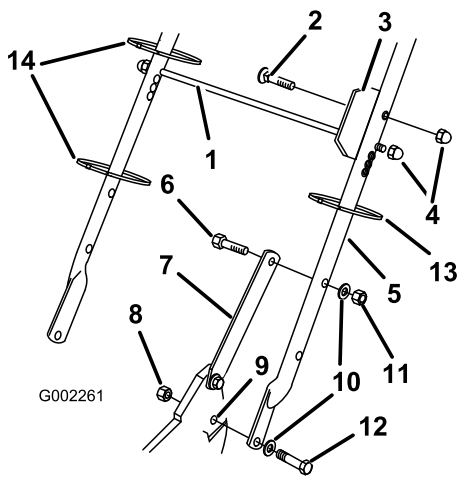

Figura 3
1. Fije el manillar al exterior de la carcasa del cortacésped (usando el taladro inferior) con 2 pernos (5/16 x 1-1/4 pulgadas), arandelas y contratuercas finas (5/16 pulgada) (Figura 3).
- Fije los cierres del manillar al manillar con dos pernos (5/16 x 1-1/2 pulgadas), arandelas, y contratuercas (5/16 pulgada) (Figura 3).
- Introduzca el perno a través de la chapa de alineación de la bolsa y el segundo taladro desde arriba del lado izquierdo del manillar, y fíjelo con una contratuerca de caperuza (Figura 3).
- Deslice la varilla de soporte de la bolsa por el tercer (desde arriba) taladro de montaje de cada lado del manillar y fije cada extremo con una contratuerca de caperuza (Figura 3).
- Utilice sujetacables para fijar los cables de control al manillar (Figura 3).